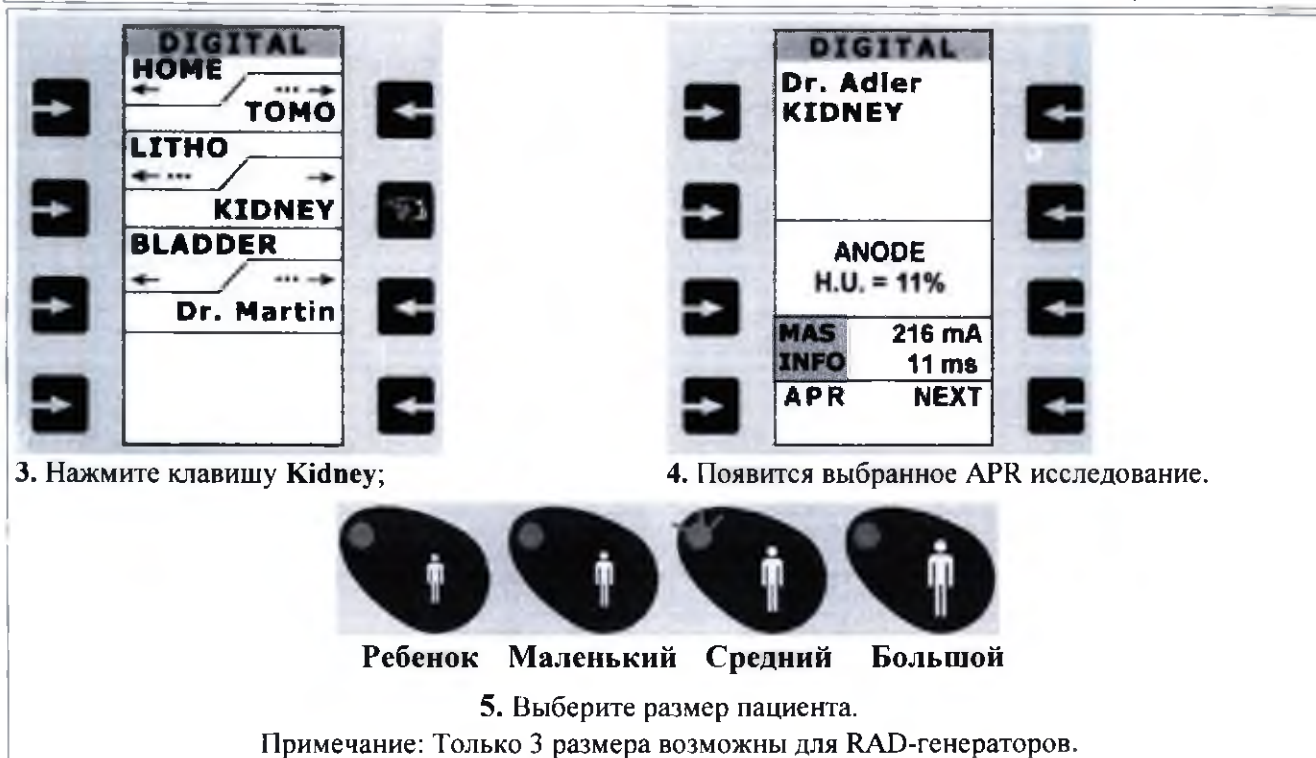

Рисунок 32 – Типичный выбор APR исследования.
- Нажмите на клавишу выбора исследования для загрузки соответствующей диаграммы методики и, при необходимости, для продолжения поиска через каскадированную структуру программы APR (Рис. 32, шаги 2 и 3) пока нужное исследование не появится на дисплее в меню APR. При необходимости нажмите любую клавишу на консоли для закрытия меню APR.